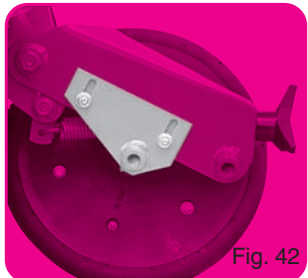

Fig. 42
- Bloc anti-dévers (fig. 42).
- Short back wheel holder unit (fig. 42).
- Kurzer Andruckrollenhalter (fig. 42)